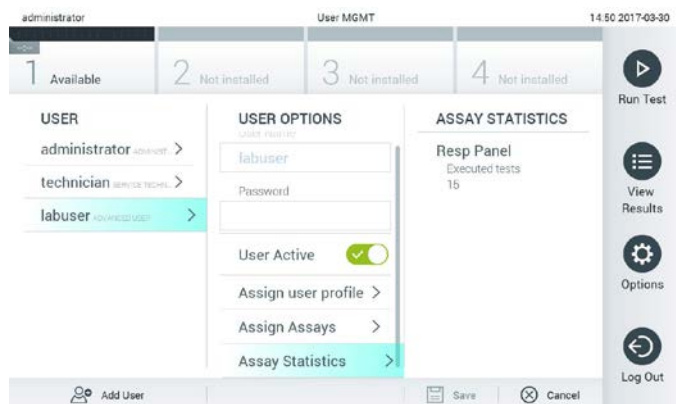

図 55.アッセイの統計を表示。
- **Assay Statistics**（アッセイの統計）：選択したユーザーがアッセイを実行した回数を表示します（図 55）。